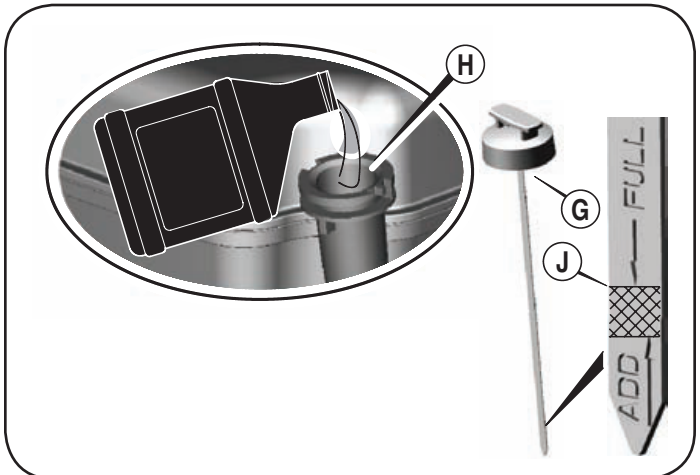

Figura 13
1. Saque la varilla del nivel de aceite (G). Vea la Figura 13.
2. Con la cortadora de césped ubicada en suelo nivelado, vierta el aceite lentamente por dentro del tubo de llenado de aceite del motor (H).
3. Coloque y ajuste la varilla indicadora. Luego quítela para revisar el nivel de aceite. Vea la Figura 13.